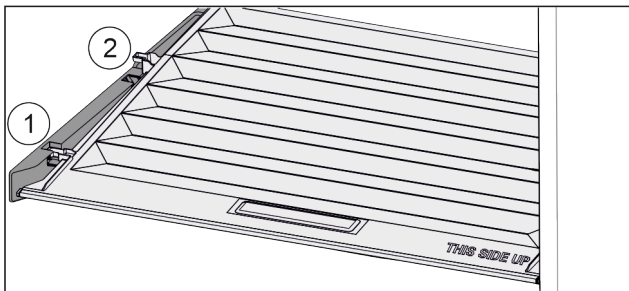

Fig. 34
- ▶ Poklopac do otvora u pridržnim dijelovima povucite prema naprijed Fig. 34 (1).
- ▶ Podignite ga odozdo sa stražnje strane i izvadite prema gore Fig. 34 (2).